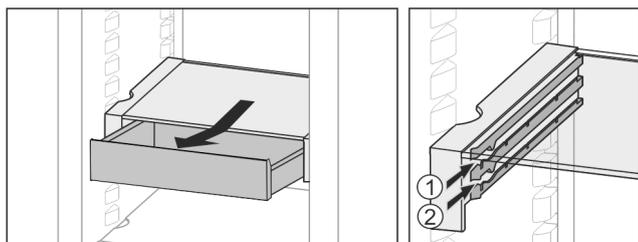

Fig. 22
- ▶ На любой высоте *Fig. 22 (1)* или *Fig. 22 (2)* вставить.